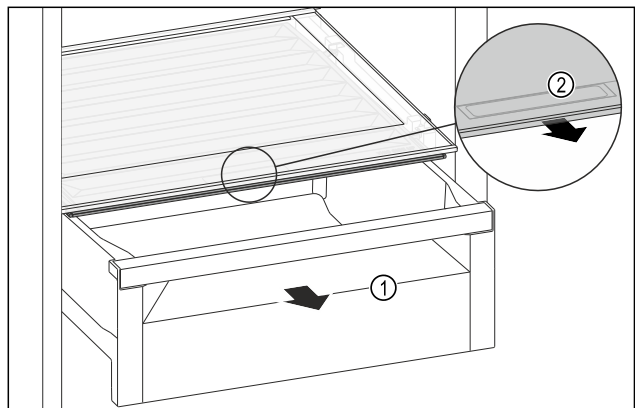

Fig. 84
- Retirer le tiroir Fig. 84 (1).
- Saisir la poignée encastrée Fig. 84 (2) du couvercle du compartiment et tirer le couvercle du compartiment par l'avant.